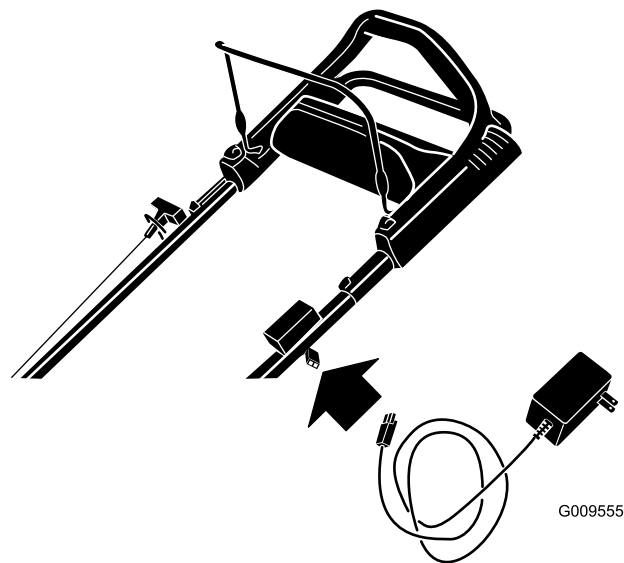

Figura 35
1. Collegare il caricabatterie al cablaggio situato sotto il pulsante di avviamento elettrico (Figura 35).